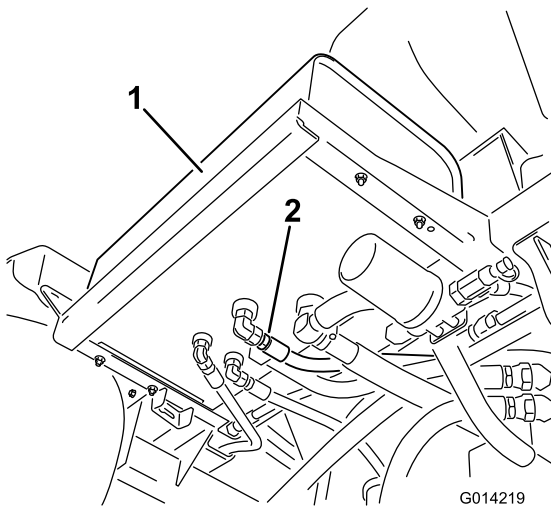

Bild 62
2. Reinigen Sie den Bereich um einen Hydraulikschlauchanschluss unten am Hydraulikölbehälter (Bild 62).
4. Nehmen Sie das Schlauch-Anschlussstück vom Behälter ab und lassen Sie das Öl in die Wanne laufen (Bild 62).